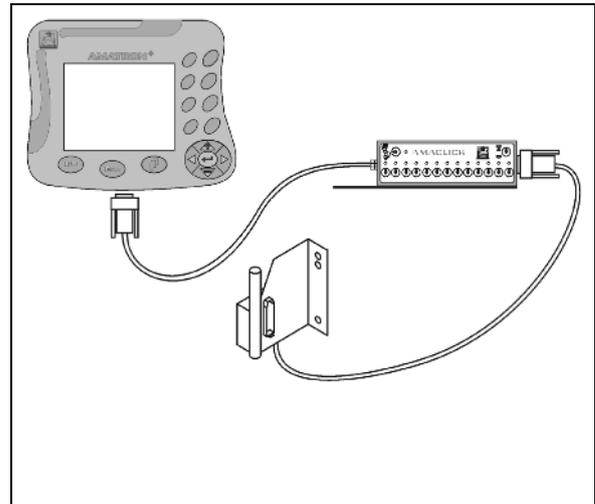

Fig. 118
- ohne Multifunktionsgriff entsprechend Fig. 118.